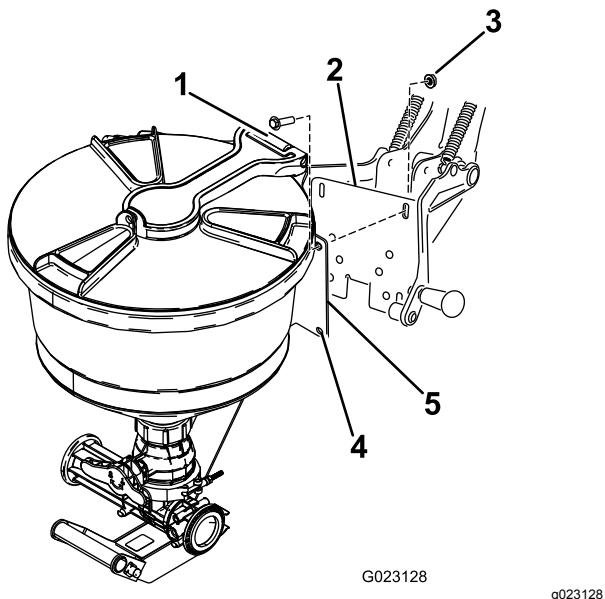

Figura 12
1. Allineate i fori della piastra di appoggio del nebulizzatore con le scanalature nel telaio di supporto della base (Figura 12).
2. Montate il nebulizzatore sulla contropiastra (Figura 12) con i 4 bulloni (3/8" x 1") e i dadi di bloccaggio (3/8").